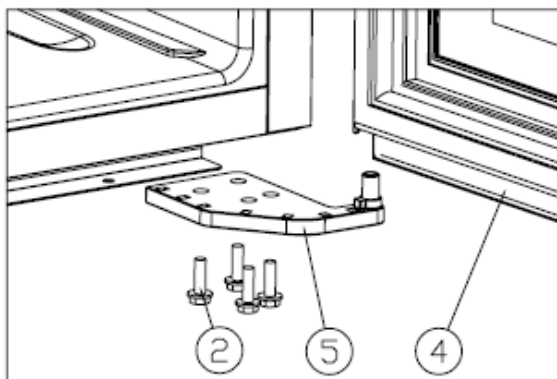

Figure 2
- Déserrez les vis ②, démontez la charnière inférieure droite ⑤, et retirez la porte. [Figure 2].